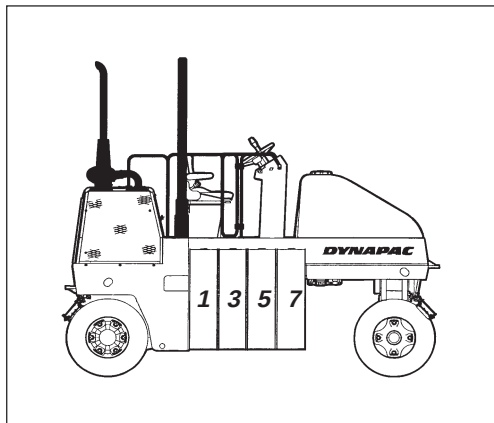

Fig. 12 Zavorra max, 8 box
1. Ignorare le scatole delle zavorre (1) e (2) nelle figure 12 e 13 dove verranno montati i gradini addizionali. Iniziare col fissare nelle rispettive sedi la scatola della zavorra (3), quindi della zavorra (4). Continuare in ordine cronologico, vedi foto 13.